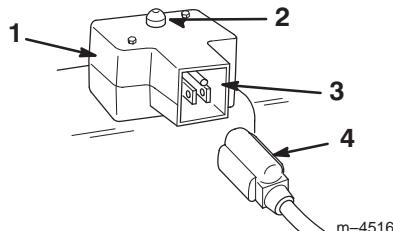

Figure 20
- **Démarreur électrique** (Fig. 20)—Appuyez sur le bouton du démarreur pour mettre le moteur en marche.
- **Cordon d'alimentation** (Fig. 20)—Connectez le cordon au démarreur électrique et branchez-le dans une prise de courant avant de mettre le moteur en marche.
- A. Connectez le cordon d'alimentation à la déneigeuse (Fig. 20), et branchez-le dans une prise de courant standard.